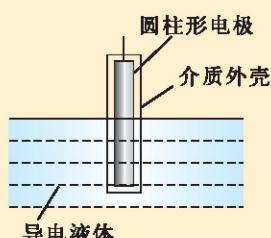
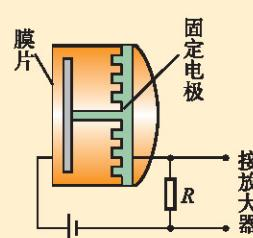

图 3-1-5 电容式液位计
图 3-1-6 电容式话筒
3. 图 3-1-5 是电容式液位计的原理图。把一个圆柱形的金属电极用绝缘材料包裹起来作为探头，插入导电液体表面，导电的液体构成另一电极，用这样的装置，就能测量液面的高低。图 3-1-6 是电容式话筒的原理图，膜片与固定电极构成一个电容器，用直流电源充电，当声波使膜片振动时，电容发生变化，电路中可以形成变化的电流，于是电阻 R 两端就输出了与声音变化规律相同的电压。试分析这两个敏感元件的工作原理，它们改变电容的方式有何区别？